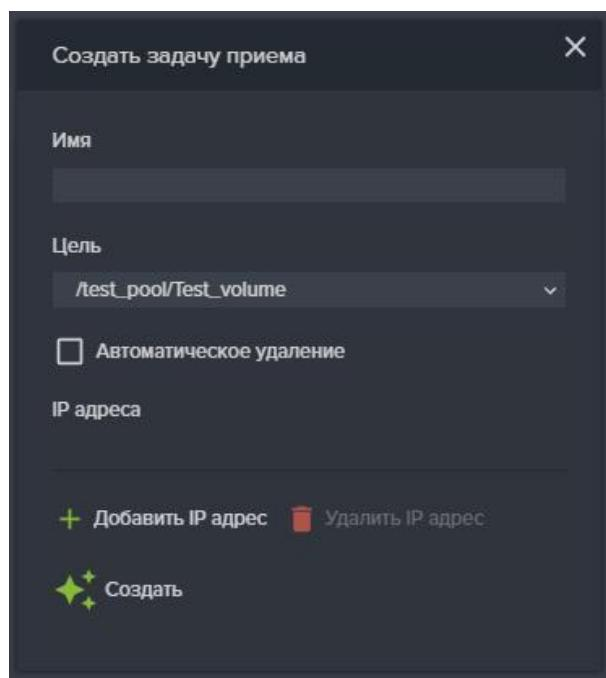

Рисунок 87 – Задача приема репликации
2. Нажмите на кнопку «Создать новую задачу» (см. Рисунок 87).